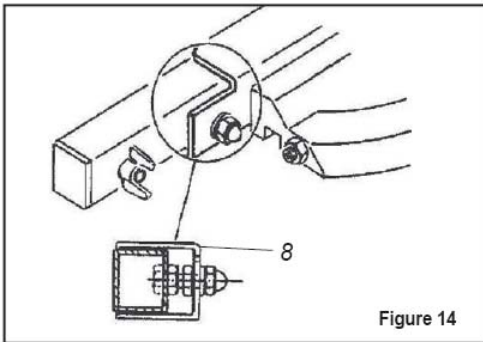

Figure 14
2. Ослабьте гайку показанную на рис.14, чтоб сделать необходимую коррекцию.
3. Ослабьте стопорную гайку и регулируйте винт в квадрате (8) рукой.